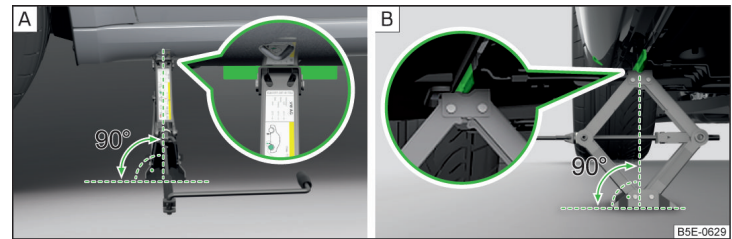

Fig. 333 Application du cric
- Posez l'embase du cric sur toute sa surface sur un sol plan et assurez-vous que le cric s'applique perpendiculairement à l'emplacement du point de prise » fig. 333 - **A**.
- Relevez le cric avec la manivelle jusqu'à ce que la griffe du cric entoure le longeron » fig. 333 - **B**.